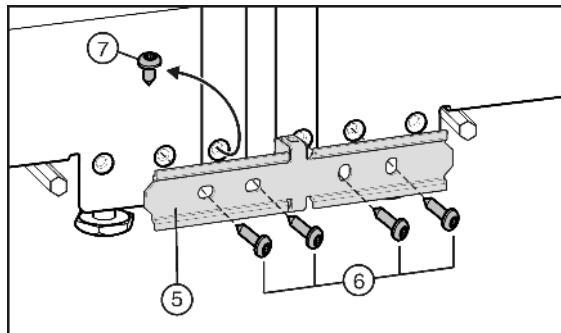

Fig. 6
- ▶ Jeśli urządzenie dostarczone z zamontowaną śrubą Fig. 6 (7): Śrubę wykręcić.
- ▶ Blachę łączącą Fig. 6 (5) lekko zamocować na urządzeniu za pomocą dwóch śrub Fig. 6 (6).